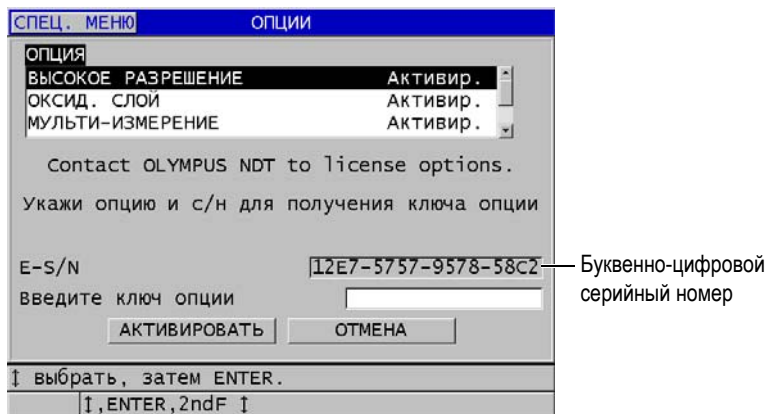

Рис. 7-1 Экран ОПЦИИ для активации программных опций
3. В окне **ОПЦИИ** (см. Рис. 7-1 на стр. 93) в поле **E-S/N** расположен 16-значный буквенно-цифровой серийный номер.
5. В диалоговом окне **ОПЦИИ** (см. Рис. 7-1 на стр. 93):